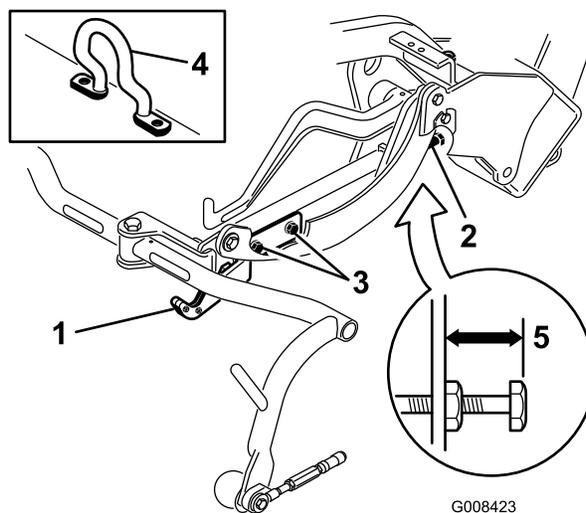
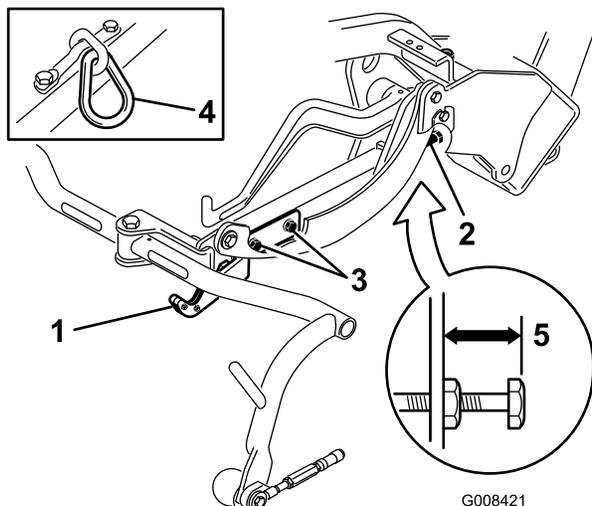
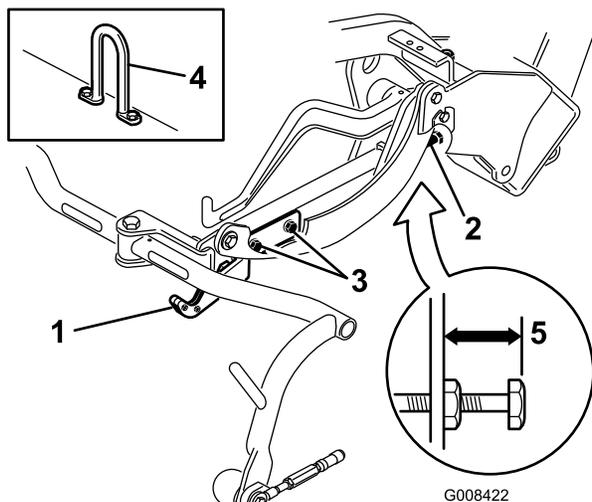

Figure 12
Figure 13
Figure 14
Vérifiez la hauteur de transport (Figure 13 et Figure 14) et ajustez-la au besoin.
2. Sur les plateaux de coupe équipés d'un crochet de levage décentré (Figure 12, détails), vérifiez qu'un espace de 25 mm existe entre le haut de la vis de réglage du bâti porteur et l'arrière du bâti porteur. Si l'espace n'est pas correct, passez à l'opération 4.
3. Sur les plateaux de coupe équipés d'un maillon de chaîne ou d'un crochet de levage droit (Figure 13 et Figure 14, détails), vérifiez qu'un espace de 22 mm existe entre le haut de la vis de réglage du bâti porteur
et l'arrière du bâti porteur. Si l'espace n'est pas correct, passez à l'opération 4. Si le plateau de coupe est équipé d'un crochet de levage décentré (Figure 12), passez à l'étape suivante.
- Desserrez les vis de la plaque de transport (Figure 13, Figure 14 et Figure 12).
- Si les bâtis porteurs ne sont pas tous à la même hauteur, desserrez l'écrou de blocage de la vis de réglage sur chaque bâti (Figure 12, Figure 13 et Figure 14). Tournez la vis vers l'extérieur pour élever le bâti ou vers l'intérieur pour l'abaisser. Serrez l'écrou de blocage une fois la hauteur correcte obtenue.